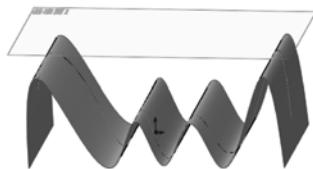

图 3-10 投影曲线 1
8) 单击 (确定) 按钮，生成的投影曲线 1 如图 3-10 所示。